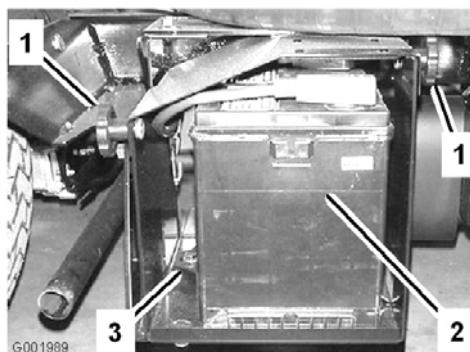

Figure 53
- Desserrez les boutons sur les côtés du bac de la batterie et enlevez le couvercle de la batterie (Figure 53).
- Retirez le dispositif de retenue et les fixations de la batterie (Figure 53).
- Posez le dispositif de retenue de la batterie et serrez-le avec les fixations retirées précédemment (Figure 53).
- Posez le couvercle de la batterie et fixez-le à l'aide des 2 boutons (Figure 53).